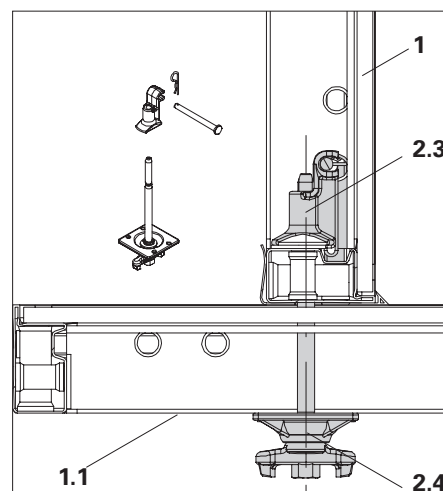

Fig. A3.01b
4. Avvitare il dispositivo di serraggio TRS (2.4) nel dado dall'esterno e serrare. (Fig. A3.01b)
Il collegamento di due pilastri TRS larghi 120 cm è possibile soltanto con la variante di collegamento „Collegamento con dado TRS in caso di impiego con scala d'accesso“ (Fig. A3.01b)